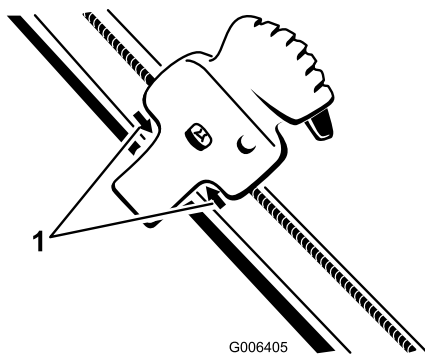

Рисунок 32
2. Установите устройство управления Quick Shoot между 2 стрелками, находящимися на правой стороне верхней рукоятки (Рисунок 32).